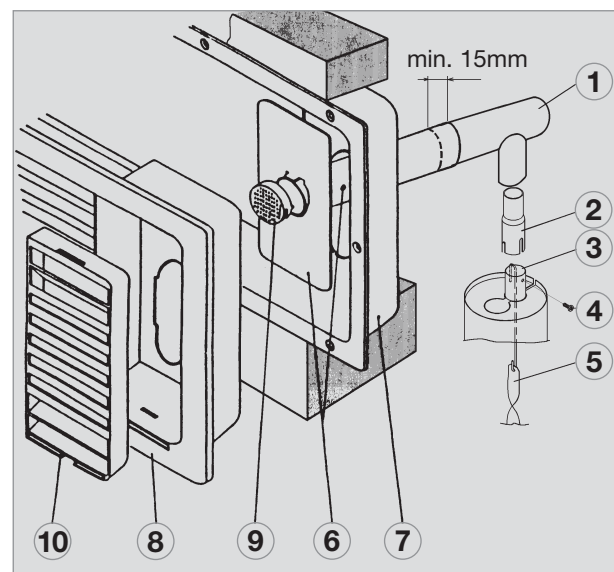

Fig. 25
O sistema de extracção de gases precisa ser feito de forma a garantir a evacuação completa dos gases para o ar livre. A condução do gás de combustão precisa ser feita, de forma que sempre vá para cima, a fim de evitar que se junte condensado. O tipo exibido na fig. 25 de condução de gás pode ser instalado na cobertura de inverno (10) (Fig. 25).